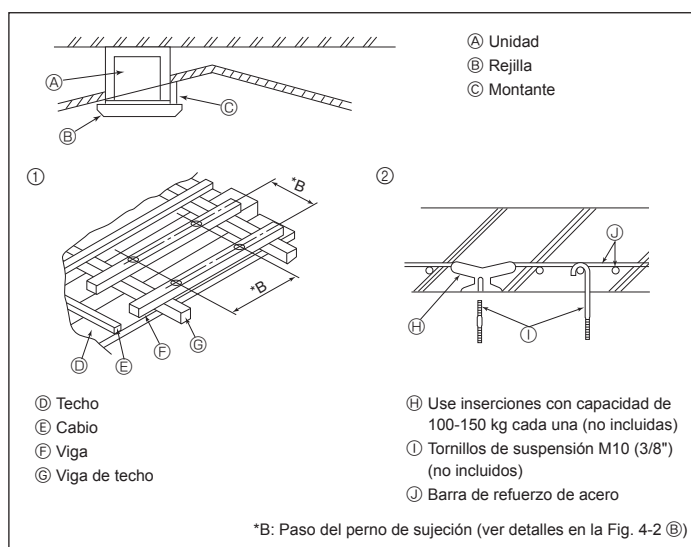

Fig. 4-4
- (A) Forma recomendada de reborde de conducto (Grosor: 0,8 o superior)
- (B) Orificio de 3- ϕ 5
- (C) Vista detallada de la entrada de aire fresco
- (D) Unidad interior
- (E) Superficie del techo
- (F) Orificio taladrado de 3- ϕ 2,8
- (G) Orificio de corte de ϕ 73,4
- (H) Reborde de conducto (preparado localmente)
- (I) Tornillos roscados de 4 × 10 (preparados localmente)
- (J) Conducto
4.4. Estructura de suspensión (Refuerzo de la estructura de suspensión) (Fig. 4-4)